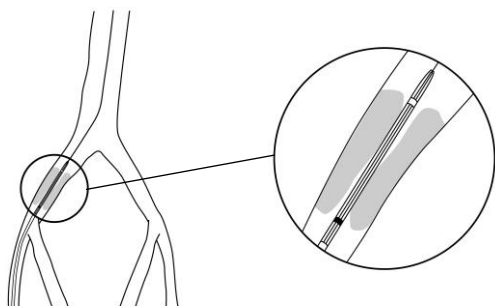

図 7
- 3)X 線透視下で、ステント両端の X 線不透マーカを見ながら狭窄部にステント部を進め、狭窄部がステントの中央にくるように調整する(図 7)。